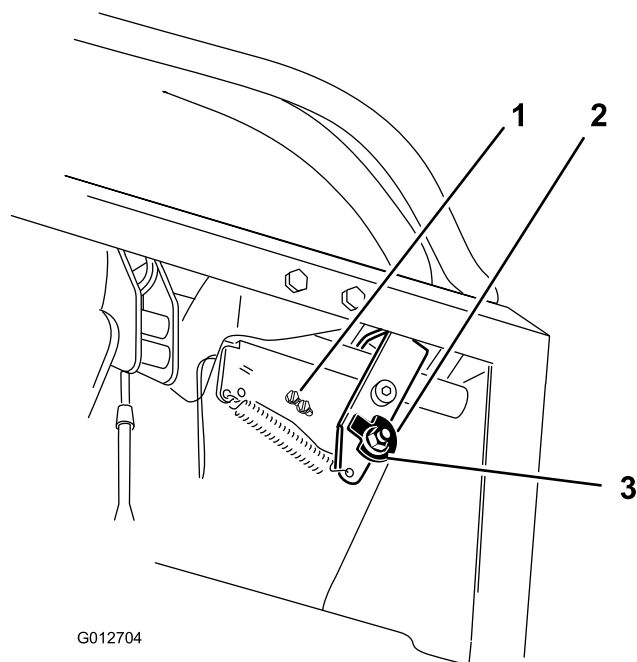
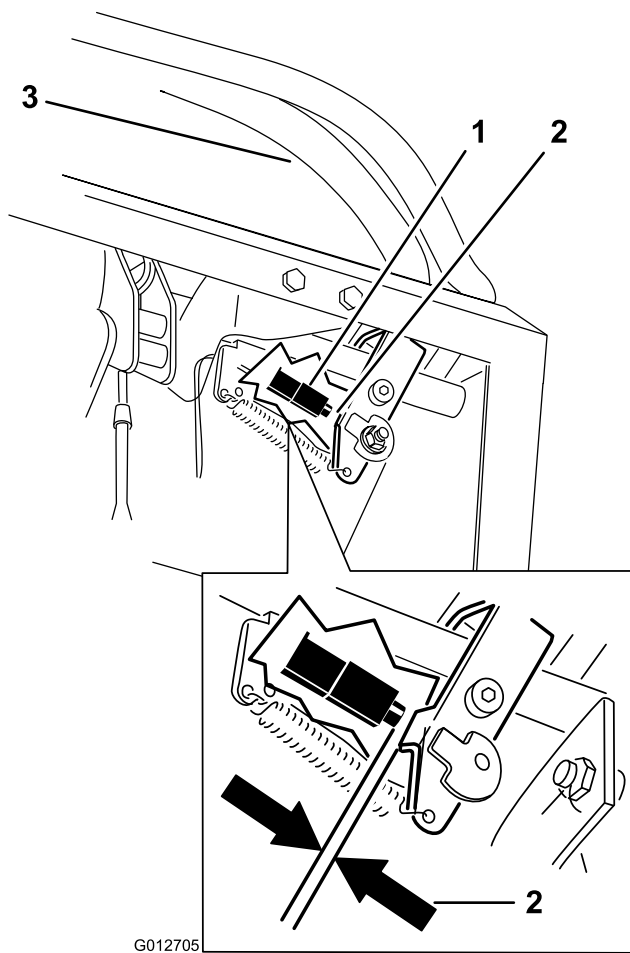

Figure 68
Figure 69
10. Vérifiez l'écartement entre le levier de commande et le contacteur comme illustré à la Figure 69. L'écartement doit être de 3 mm lorsque le levier de commande de déplacement droit est au point mort, en position déverrouillée.
11. Au besoin, desserrez les vis de fixation du contacteur et réglez le contacteur (Figure 68 et Figure 69).
7. Desserrez l'écrou de fixation de la came (Figure 68).